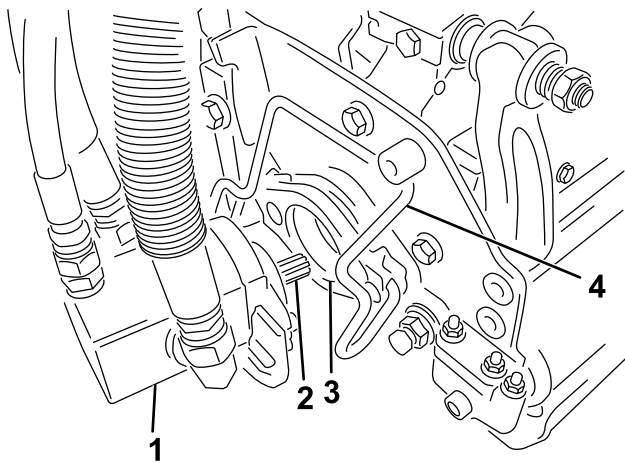

Figura 35
- Revista o veio estriado do motor da unidade de corte com massa lubrificante limpa (Figura 35).
- Insira o motor no lado esquerdo da unidade de corte (visto da posição do operador) e empurre a barra de retenção do motor na unidade de corte na direção do motor até ouvir um “clique” de ambos os lados do motor (Figura 35).